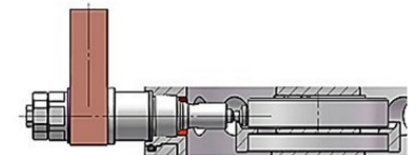

Abb. B-3
3. Stellen Sie das Pumpenelement in eine horizontale Position und stellen Sie sicher, dass der Kopf des Pumpenelements in die Nut zwischen Montagering und Nockenwelle gefallen ist. Ziehen Sie dann das Pumpenelement mit einem Drehmomentschlüssel SW24 fest. Der voreingestellte Wert des Drehmomentschlüssels darf nicht kleiner als 32.5 Nm +/- 2.5 Nm\* sein (Abb. B-3).